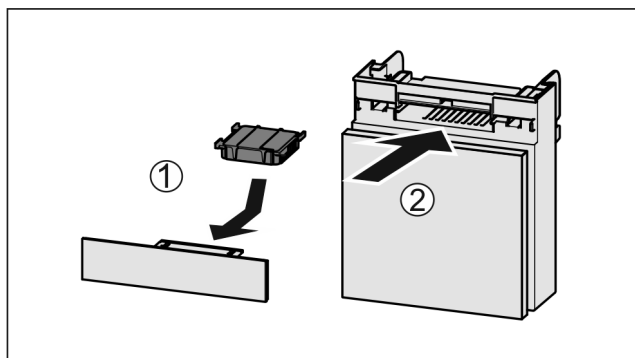

Fig. 119
- Inserire il vano Fig. 119 (2).